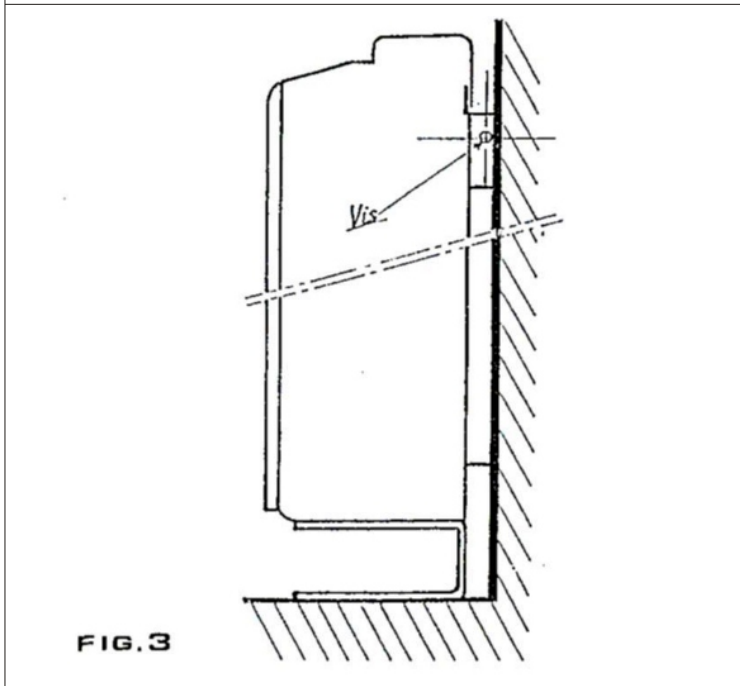

FIG. 3
- Accrocher l'appareil sur la traverse et le fixer à l'aide des deux vis Fig 3.